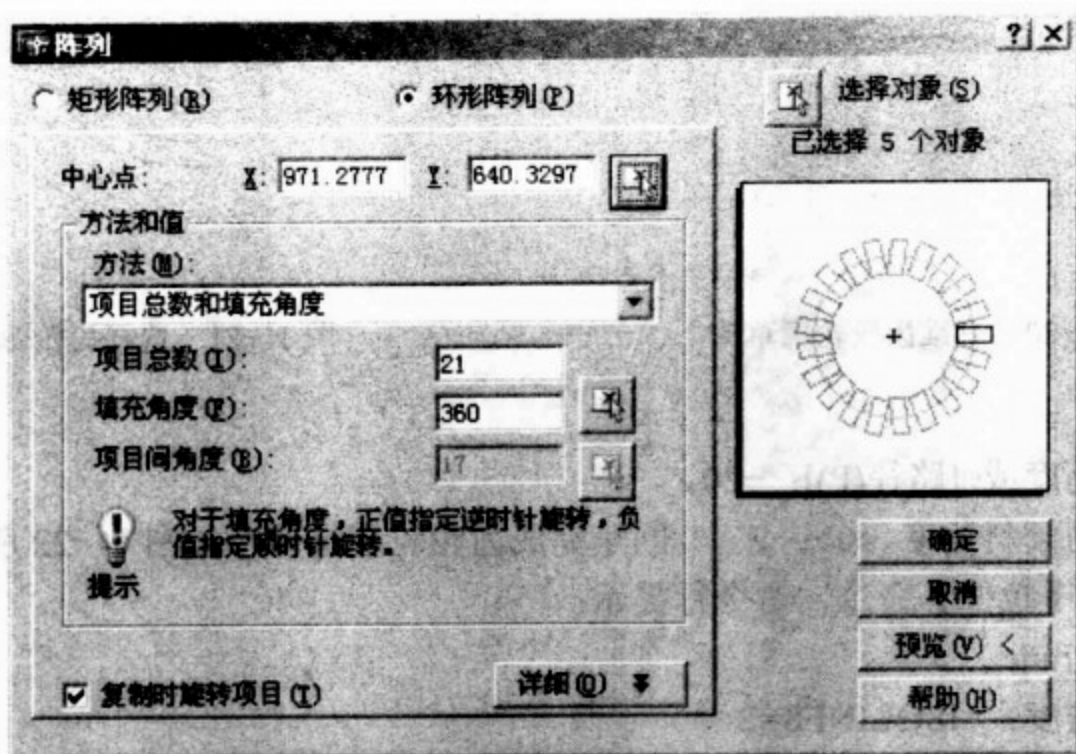

图 11-17 【阵列】对话框
- (4) 单击【修改】工具条【阵列】命令按钮，弹出【阵列】对话框如图 11-17 所示。
- (5) 单选【环行阵列】选项如图 11-17 所示。
- (6) 单击【阵列】对话框的右上角【选择对象】按钮，返回绘图环境，命令行提示：